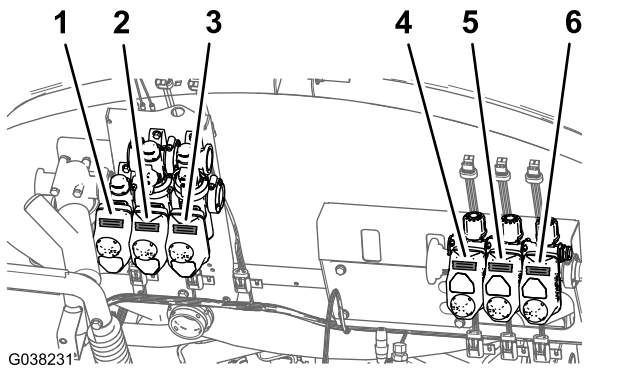

Figura 51
1. Marque el nombre y la posición de los actuadores de las válvulas con trozos de cinta adhesiva, según se muestra en Figura 51.
- Alinee los actuadores de válvula que identificó en el paso 1 de Retirada de los actuadores de las válvulas (página 25) con los distribuidores, según se indica en Figura 51.